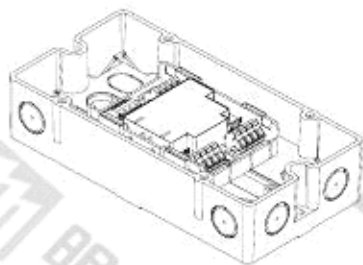

图 10
- 安装在控制器或开关柜外面: 使用 FDCH221 保护盒(图 10)。
3. 用 2 个螺钉 (M4) 将保护盒固定在平整表面上 (图 10)。安装孔距离: $182.0 \pm 1.0\text{mm}$ 。
2. 用 2 个螺钉将模块固定在保护盒底部(图 10)。